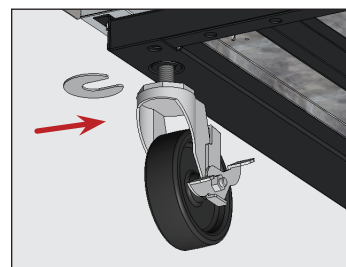

Fig. 9 Inserte la(s) cuña(s) de la ruedecilla. asegúrese de apretar el vástago de la ruedecilla.
5. En el extremo inferior del equipo, afloje el perno de las ruedecillas lo suficiente como para deslizar las cuñas de las ruedecillas entre el cojinete de las ruedecillas y el riel inferior del equipo. Consulte la fig. 9.
6. Coloque la cantidad de cuñas deseada. Consulte la fig. 9.